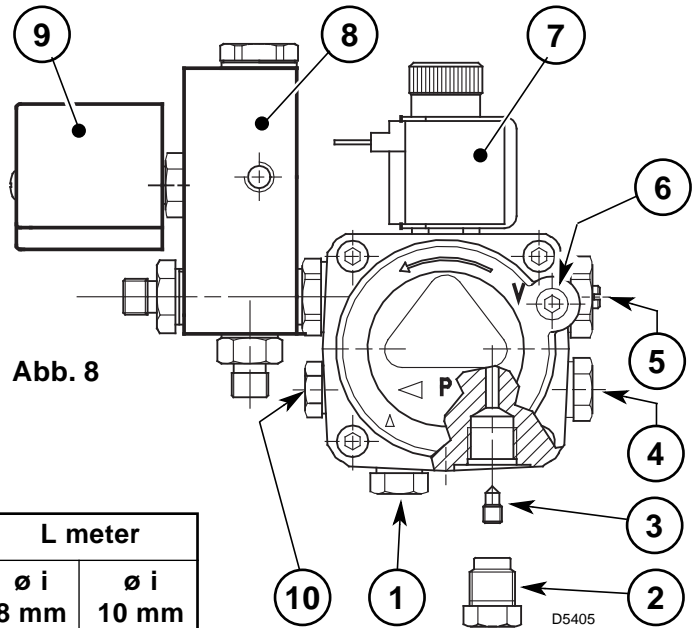

Abb. 8
- Die Pumpe ist werksseitig für den Zweirohr-Betrieb eingerichtet. Wird ein Pumpen-Einrohrbetrieb für notwendig erachtet, so ist die Rücklauf-Schlauchleitungsmutter (2) zu lösen und die By-Pass Schraube (3) zu entfernen. Danach ist die Rücklauf-Schlauchleitungsmutter wieder anzuschließen. (Siehe Abb. 8).
Bei der in Abb. 7 dargestellten Anlage ist es ausreichend, wenn man den Vakuumananschluß (6, Abb. 8) lockert und das Austreten des Brennstoffes abwartet.